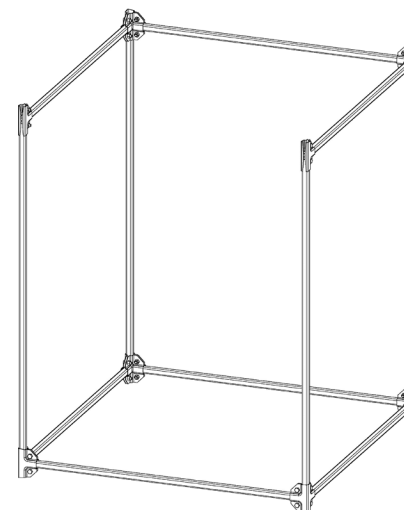

Рисунок 8 – Предварительная фиксация конструкции среднего уровня
7. Предварительно зафиксировать собранную конструкцию среднего уровня с помощью позиции «Скоба крепежная А5 х 4» в количестве 2 шт., фиксируемой с помощью позиции «Болт DIN933 М8х20 оцинк.» в количестве 8 шт. и позиции «Гайка DIN934 М8 оцинк.» в количестве 8 шт., и позиции «Скоба крепежная А1» в количестве 2 шт., фиксируемой с помощью позиции «Болт DIN933 М8х20 оцинк.» в количестве 4 шт. и позиции «Гайка DIN934 М8 оцинк.» в количестве 4 шт. (см. Рисунок 8);